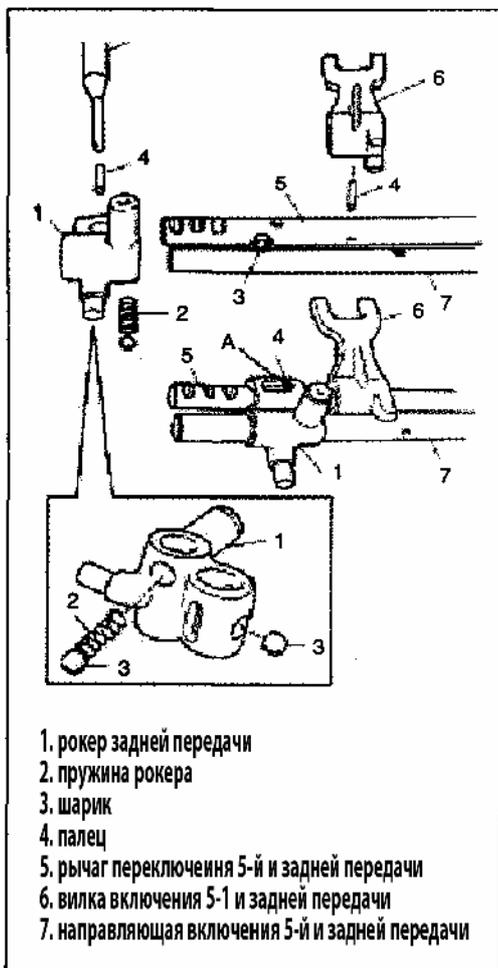

Рис. 391
- 2) Замените или отремонтируйте компоненты и установите вал в правильное положение как показано на рисунке (Рис. 391).